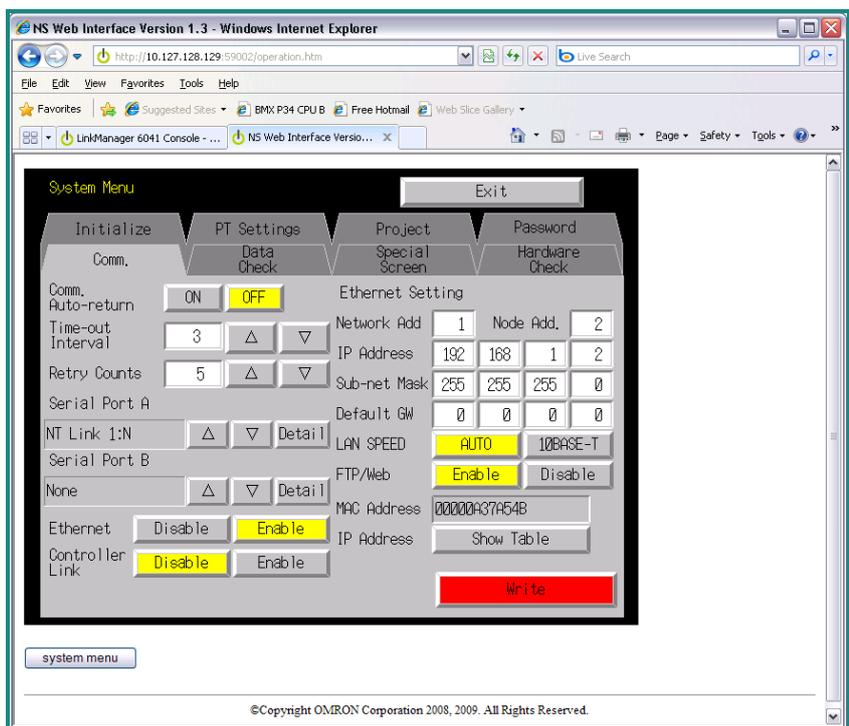

图8 HMI Web 界面屏幕
1. 如果可以访问 HMI Web 界面，请访问第 5 节，如图 8 所示。